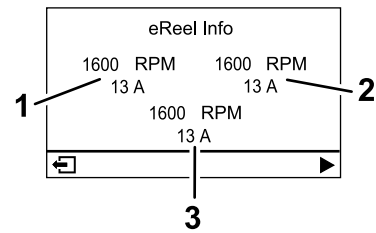

Figura 24
- **Pantalla de motores eReel (Figura 24):** muestra la velocidad y la corriente de cada motor de las unidades de corte.